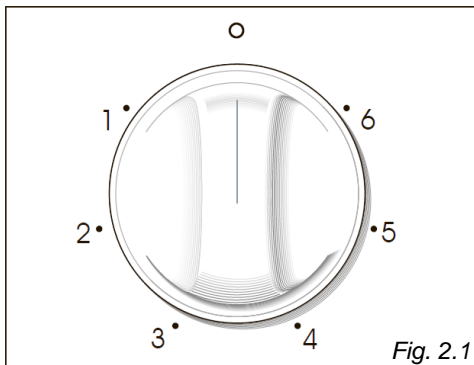

Fig. 2.1
- Întoarceți plita și desprindeți capacul plăcii cu borne, introducând o șurubelniță în cele două cârlige „A” (fig. 2.1).
Pentru a porni plita normală, rotiți butonul (fig. 2.1) în poziția dorită; cifrele de la 1 la 6 indică pozițiile de lucru cu creșterea temperaturii în funcție de număr.
Butonul de control al plitelor rapide este similar cu cel al unei plite normale cu 6 poziții de lucru (fig. 2.1).